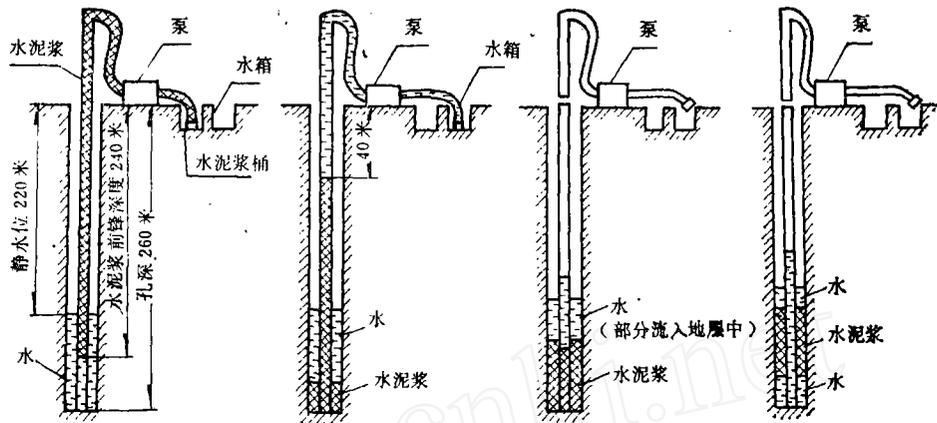

图1
水泥浆粗略计算的内容是：每包水泥（50公斤）按0.4水灰比计（即加水量20公斤），约可配成比重为2的水泥浆35公升（未考虑地面损耗，损耗量约5~10%）。 $\phi 50$ 钻杆内孔容积约1.2公升/米； $\phi 42$ 钻杆为0.8公升/米。地面管线（包括吸水管、排水管、泵、机上钻杆等）容积一般约占65公升。例如一次搅拌10包水泥，得水泥浆350公升，当水泥浆全部抽完后进入 $\phi 50$ 钻杆内长度为： $(350 - 65) \div 1.2 \approx 240$ 米。例如灌浆孔深为260米（图1），则水泥浆前锋离孔底还差20米。
4. 压水工序：有的现场灌完水泥浆后压水是为了清洗钻杆等，其实压水的主要作用是把水泥浆压送到孔底。压水量可用压力平衡法进行粗略计算，大致等于孔内静水位到孔底之间的钻杆内容积加上地面管线内容积。如图1，静止水位离孔底 $260 - 220 = 40$ 米，则压水量为 $(40 \times 1.2) + 65 = 113$ 公升。如上述灌注10包水泥的浆液，压水后其前锋已返出钻杆外（如水泥少于10包，水泥浆则可能仍未到孔底），然后卸开机上钻杆，靠钻杆内外液体压力差，使水泥浆继续沿钻杆内下落，并从钻头底部返出钻杆外，直至钻杆内外压力平衡为止。在水位低的条件下，如压水过多，则卸开机上钻杆后，由于钻杆内外压力差，压入的水有可能下至孔